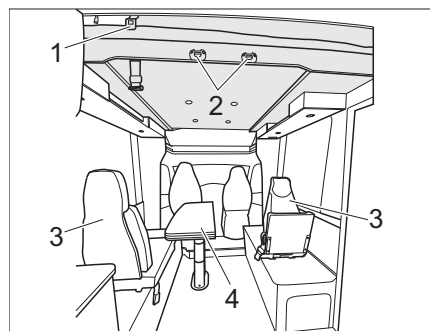

Fig. 167 Cama elevada eléctrica (variante 3)
- Enganchar la escalera de ascenso a las grapas (Fig. 167,2) de la cama elevada con los dos ganchos.
- Mover hacia abajo la mesa plegable de 2 patas, abatible (Fig. 167,4) (ver capítulo 7.8.8).
- Desmontar 2 asientos individuales (Fig. 167,3) y guardar.